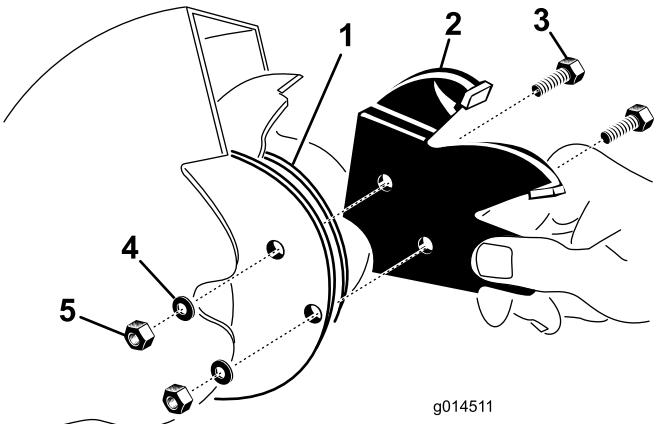

Figure 23
2. Retirez les deux boulons qui retiennent chaque section de la lame. Attention à ne pas faire tomber une section en la desserrant, car elle pourrait s'ébrécher (Figure 23).
4. Insérez la section entre les brise de montage de la lame (Figure 23) et fixez-les avec 2 boulons, rondelles de blocage et écrous.